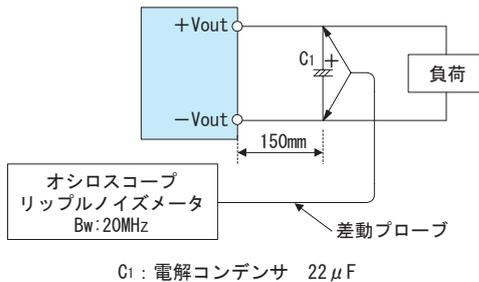

図 1.3 出力リップル・リップルノイズ測定方法
■測定環境によって出力リップルノイズに影響を及ぼす場合がありますので、図 1.3 に示す測定方法を推奨します。